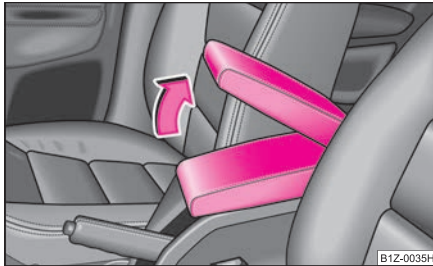

Fig. 107 Cotiera:
- Deschideți capacul cotierei în sensul săgeții ⇒ fig. 107.